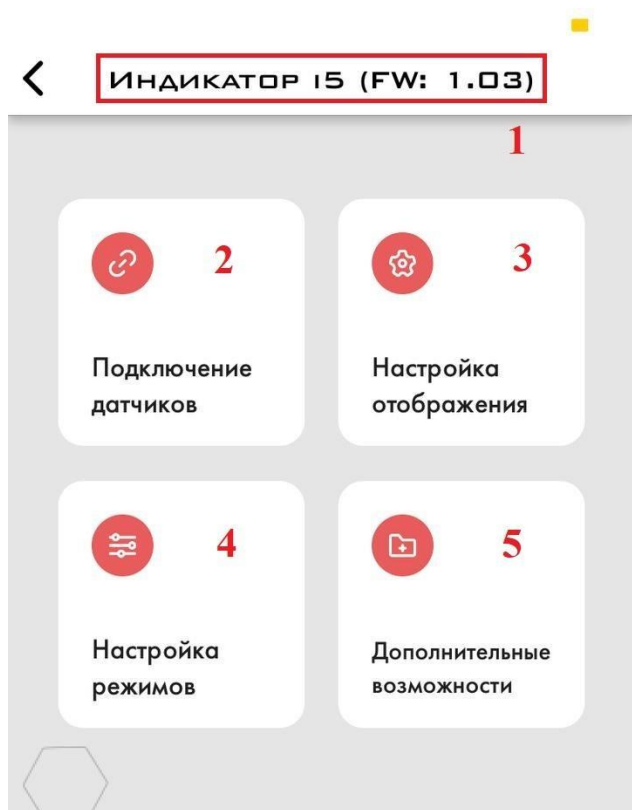

Рис. 27 Настройка режимов(4)
2.5.6 Чтобы И-5 отправлял запросы данных на подключенные к нему проводные датчики, откройте меню **Настройка режимов** (Рис. 27, 4). Пассивный режим установлен по умолчанию (Рис. 28).